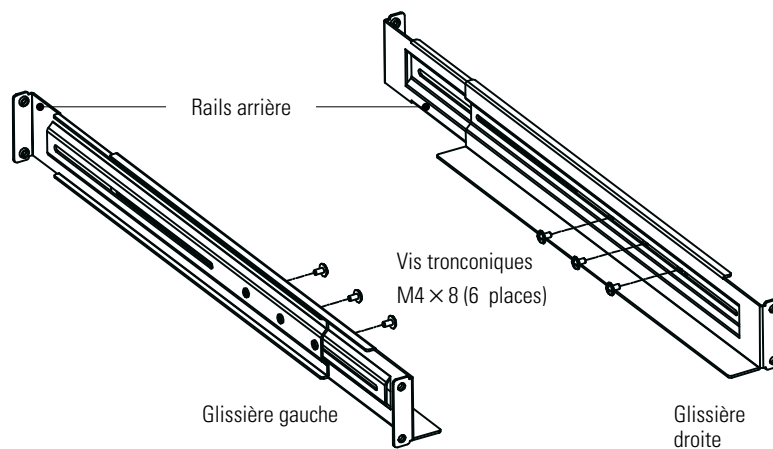

Figure 4. Assembler les rails
1. Assemblez les glissières gauches et droites aux rails arrière comme illustré dans Figure 4. Ne serrez pas les vis.